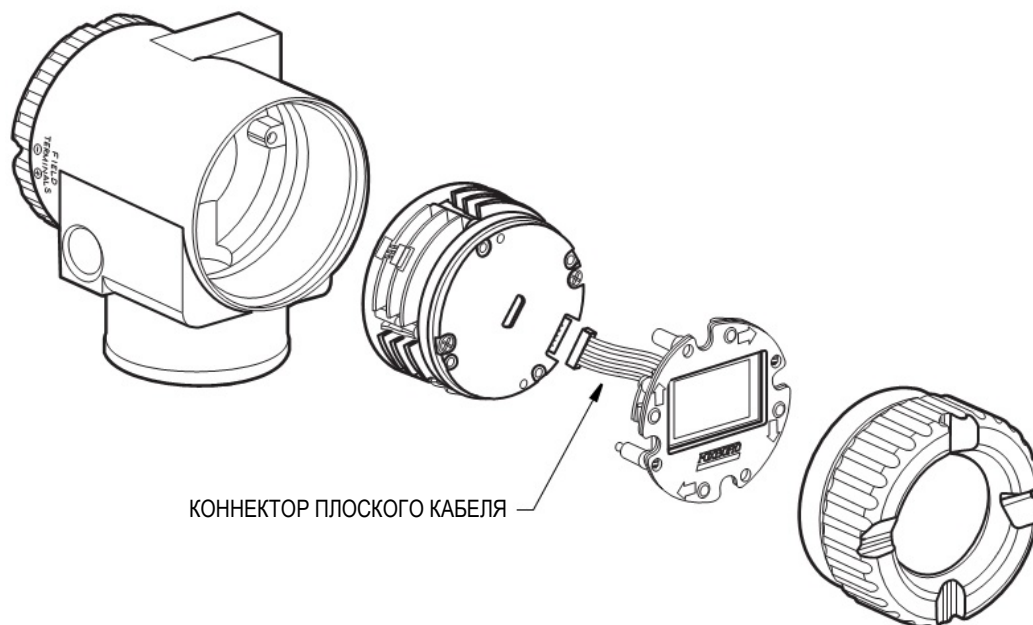

Рисунок 54. Подключение дисплея
6. Если электронный модуль был оснащен дисплеем, установите дисплей на место. Аккуратно уложите плоский кабель в пространстве между дисплеем и электронным модулем, так чтобы он не был зажат. Молдинг дисплея должен упираться в молдинг модуля, прежде чем затягивать винты. См. рисунок 54.